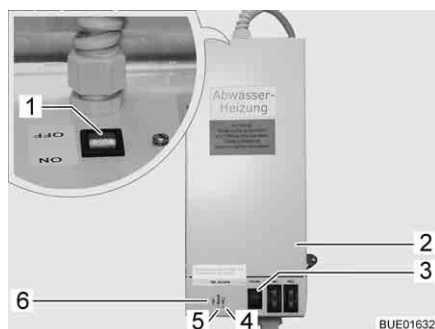

Fig. 243 Transformateur avec régulateur
Le transformateur 230 V AC/12 V DC (Fig. 243,2) est, suivant le modèle, monté dans la penderie ou dans la banquette de la dînette.
- Le voyant de contrôle (Fig. 243,5) s'allume en vert : Régulateur en marche.
- Les voyants de contrôle (Fig. 243, 4 et 6) s'allument en rouge : Les conduites des eaux usées sont chauffées.
Un bouton-poussoir de contrôle (Fig. 243,3) est intégré dans le boîtier, ce bouton permet d'enclencher brièvement le régulateur. En appuyant sur le bouton-poussoir de contrôle, vous pouvez tester le fonctionnement du chauffage, même si la température ambiante est supérieure à 5 °C.
- Placer l'interrupteur (Fig. 243,1) du transformateur (Fig. 243,2) sur "ON".
- Placer l'interrupteur (Fig. 243,1) du transformateur (Fig. 243,2) sur "OFF".